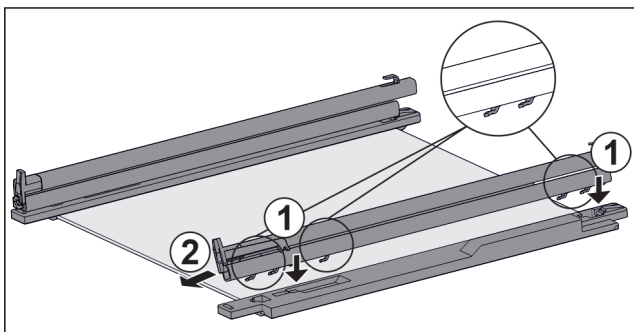

Fig. 55 Płyta szklana z szynami i elementami mocującymi
- ▶ Założyć haki szyny w otworach **lewego** elementu mocującego. Fig. 55 (1)
- ▶ Pociągnąć szynę do przodu. Fig. 55 (2)
- ▶ Założyć haki szyny w otworach **prawego** elementu mocującego. Fig. 55 (1)